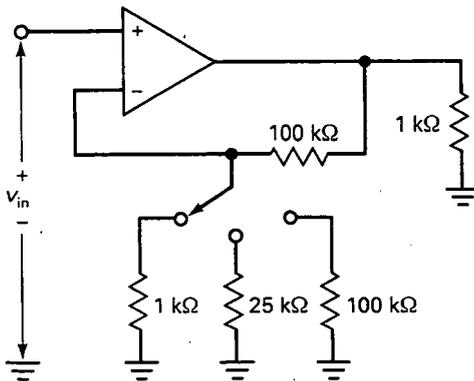

Figura 19-22
- 19-24. En la Figura 19-22, ¿cuál es la ganancia de tensión del amplificador para cada posición del conmutador?
- 19-25. En la Figura 19-22, ¿cuál es la tensión de salida para cada posición del conmutador si la tensión de entrada es de 1 mV ?
- 19-26. En la Figura 19-22 se usa un 741C con $A_{OL} = 100.000$, $R_{in} = 2 \text{ M}\Omega$ y $R_{out} = 75 \Omega$. ¿Cuáles son las impedancias de entrada y salida en lazo cerrado para cada una de las posiciones del conmutador?
- 19-27. En la Figura 19-22 se usa un 741C con $A_{OL} = 100.000$, $I_{in(polarización)} = 80 \text{ nA}$, $I_{in(offset)} = 20 \text{ nA}$ y $V_{in(offset)} = 1 \text{ mV}$. ¿Cuál es la tensión de offset de salida para cada posición del conmutador?